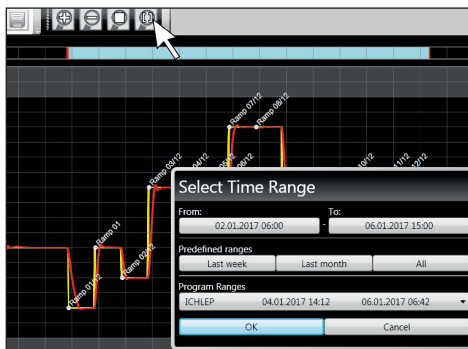

Рис. 9
- ▶ Если необходимо просмотреть данные за период времени более двух дней, нажмите крайний правый символ верхней панели инструментов (Рис. 9). После этого откроется окно, в котором можно будет выбрать промежуток времени, данные за который необходимо просмотреть.